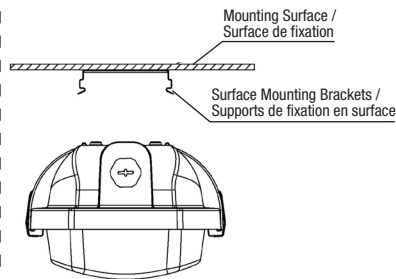

Fig 2
5. Push the housing into the surface mounting brackets as shown in Fig. 2.
5. Enfoncez le boîtier dans les supports de fixation en surface, comme illustré à la figure 2.